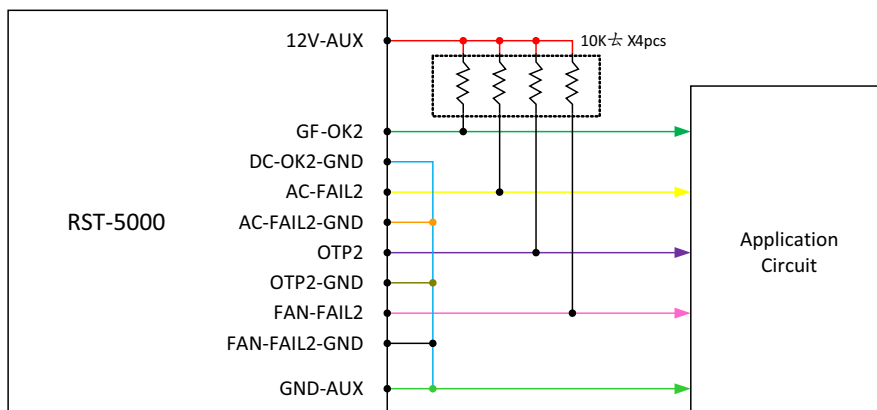

图 6.2
(2) 集电极开路输出 {DC-OK2-GND, DC-OK2}; (AC-FAIL2-GND, AC-FAIL2); (OTP2, OTP2-GND); (FAN-FAIL2, FAN-FAIL2-GND)} 如下图6.2所示，此功能需要一个外部电压源。这些信号与输出隔离，最大吸收电流是10mA,最大外部电压是20V (电路内部有一个24V稳压二极管)